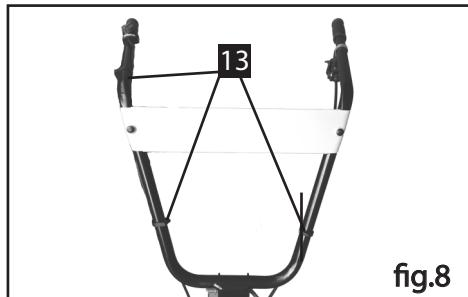

fig.8
7. Instalați bandajul de cablu (Vezi Fig. 8)